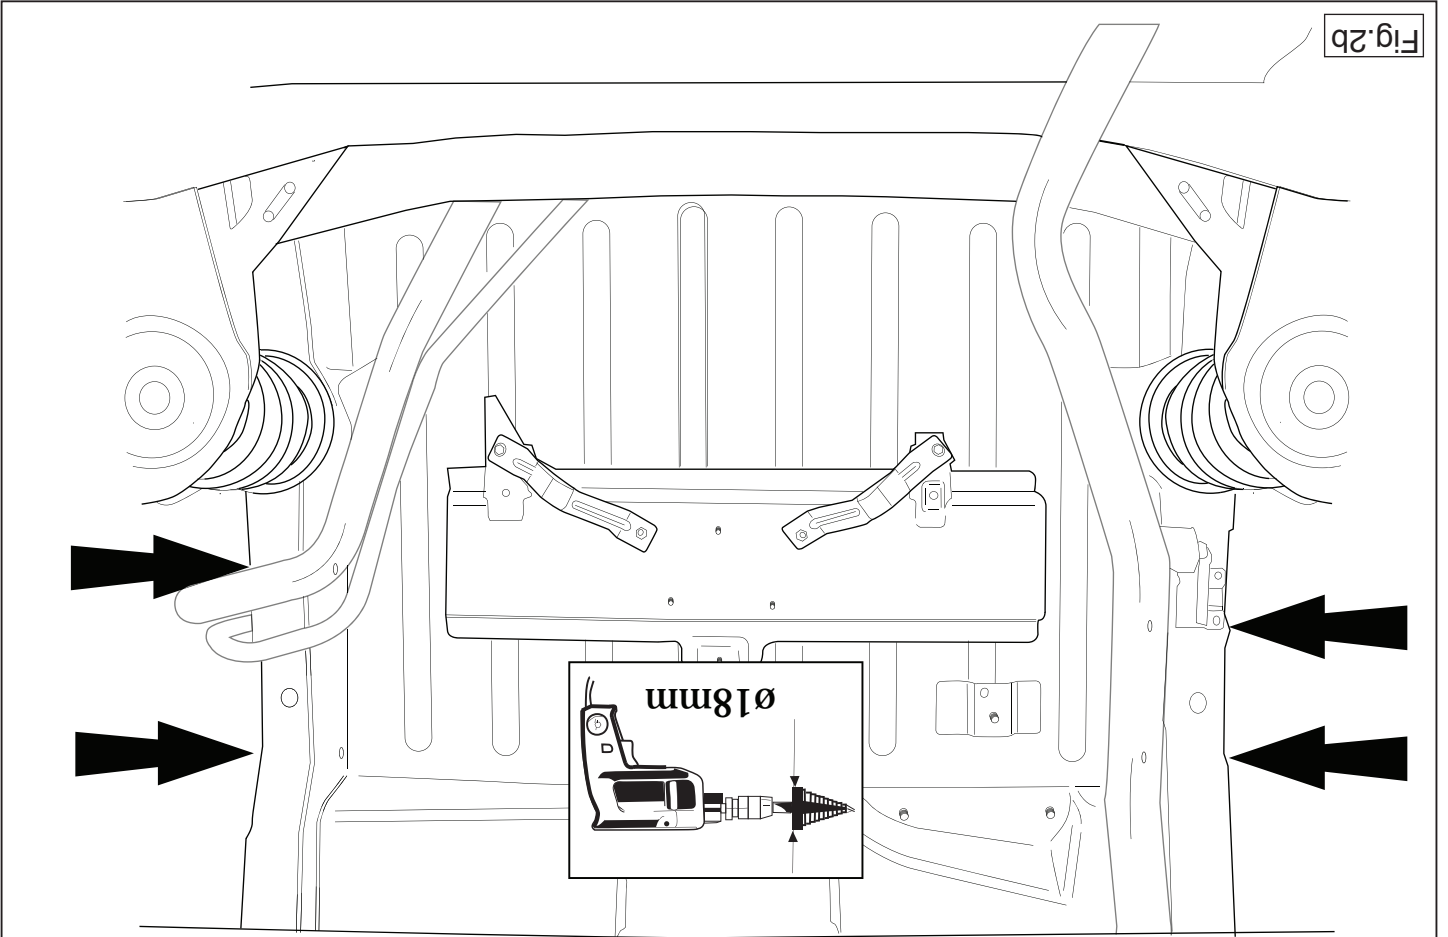

Fig.2b
6. Vergroot de gaten A naar 18 mm. (Zie fig. 2b).
6. Enlarge holes A to 18 mm. (See fig. 2b)
6. Die Löcher A auf 18 mm vergrößern (siehe Abb. 2b).
6. Aléser les trous A à 18 mm. (voir la fig. 2b).